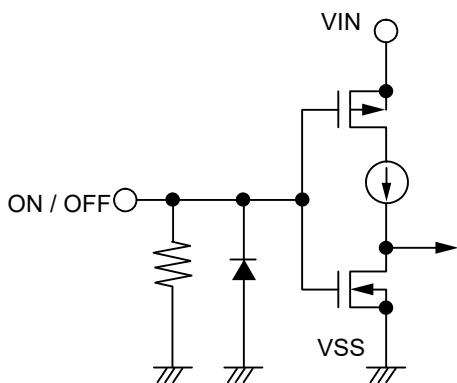
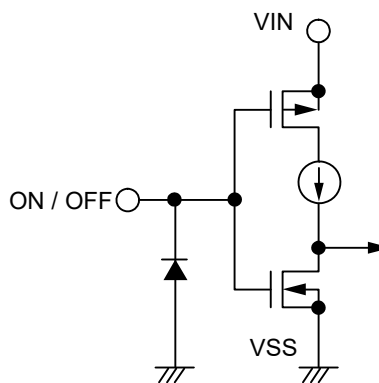

图15 S-19251系列A / C型
图16 S-19251系列B / D型
ON / OFF端子的结构如图15、图16所示。
*2. 将ON / OFF端子连接到VIN端子上进行工作时，S-19251系列A / C型产品的消耗电流中，流入下拉电阻中的电流会增多，务请注意（请参阅图15）。